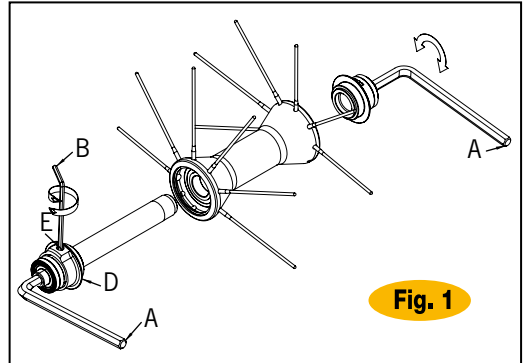

Fig. 1
- Aflojen el perno (E) con una llave Allen (B) (Fig.1).